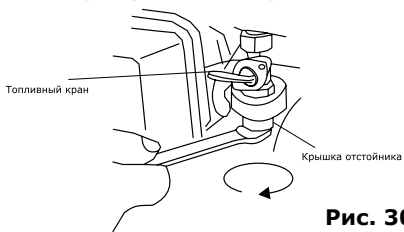

Рис. 30
- Отверните болт крышки отстойника, расположенный снизу топливного крана при помощи ключа (рис. 30);